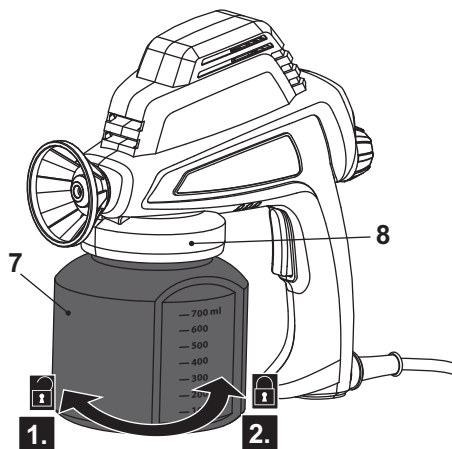

Fig. 1.
2. Misture cuidadosamente e dilua a tinta de acordo com as instruções do fabricante da tinta. A viscosidade correcta da tinta influenciará grandemente os resultados da tinta. Misturar a quantidade total de tinta necessária para assegurar uma viscosidade consistente e medir a viscosidade da tinta através do copo de medição de viscosidade (11).
3. Desaparafusar o recipiente de tinta (7) do suporte do recipiente de tinta (8) (Fig. 1, etapa 1).
- Verter a tinta no recipiente de tinta (7) até à linha de marcação de 700 ml, no máximo.
- Volte a colocar o recipiente de tinta (7) no suporte do recipiente de tinta (8) e aperte-o (Fig. 1, etapa 2).